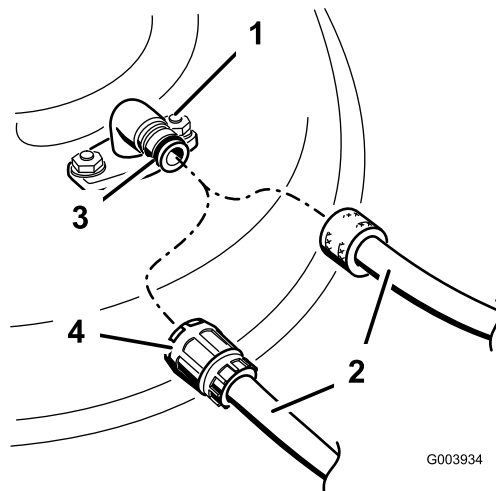

Figura 47
- Conecte una manguera al conector de lavado, y abra el grifo al máximo (Figura 47).